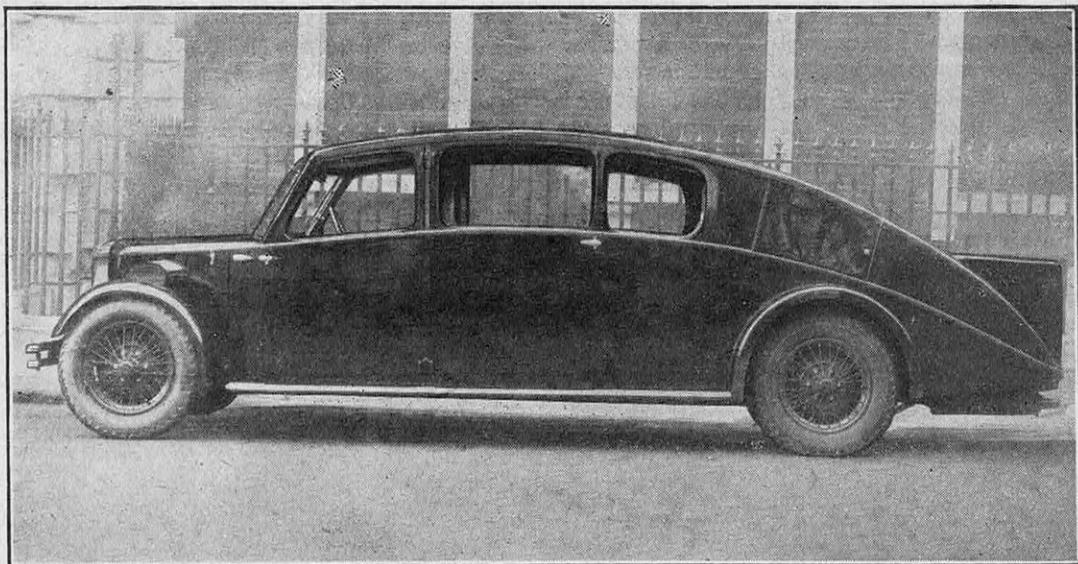

FIG. 7. — UNE VOITURE BIEN PROFILÉE : CELLE DE SIR DENNISTOUN BURNEY
*Cette voiture, de forme analogue à celle de la figure 7, est construite sur les mêmes principes. On remarquera que les parties en saillies sont réduites au minimum. Les phares sont noyés dans le capot.*